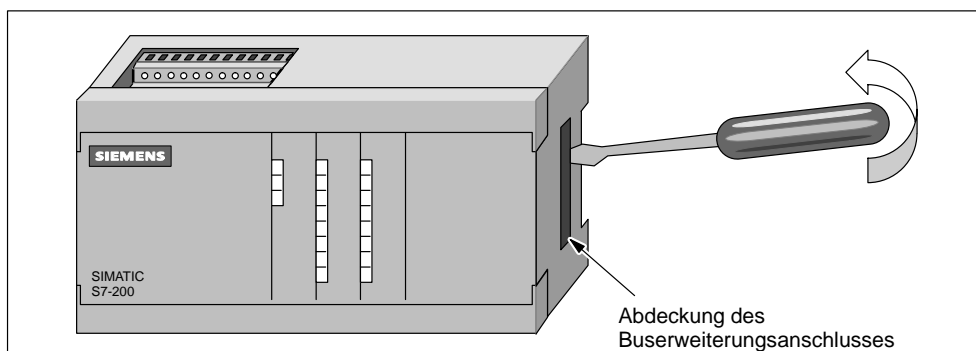

Bild 2-9 Herausbrechen der Abdeckung des Buserweiterungsanschlusses an einer S7-200 CPU
1. Brechen Sie die Abdeckung des Buserweiterungsanschlusses aus dem Gehäuse des Erweiterungsmoduls heraus. Führen Sie hierzu einen Schraubendreher in den Spalt zwischen Abdeckung und Gehäuse ein und hebeln Sie ihn vorsichtig nach oben. Achten Sie darauf, daß Sie sämtliche Kunststoffreste entfernen und das Gerät nicht beschädigen. Bild 2-9 zeigt, wie Sie den Schraubendreher ansetzen müssen.